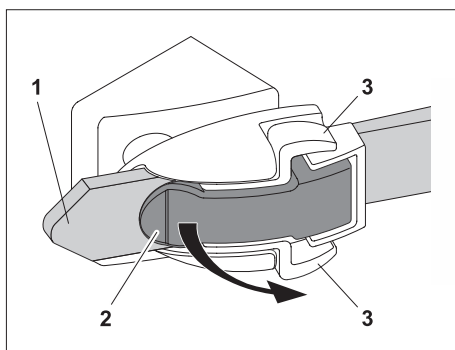

Fig. 37: Antenne pour boules marqueurs – Fermeture du collier de serrage
2. Desserrez le collier de serrage (fig. 37).